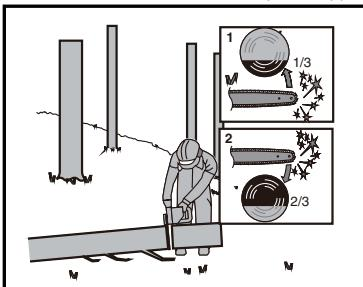

Figura 4
Cuando el tronco está apoyado en un extremo, como se ilustra en la figura 4, corte 1/3 del diámetro de la parte inferior (por debajo) (1). A continuación, realice el corte final sobreponiendo (2) el primer corte.